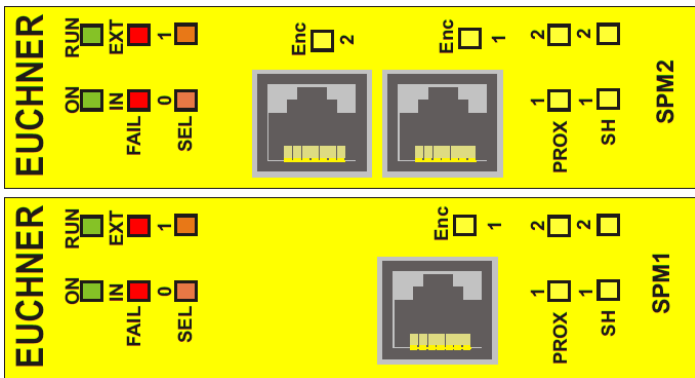

Figure 40: SPM1, SPM2
8.4.13. Modules SPM0, SPM1, SPM2 (Figure 40)